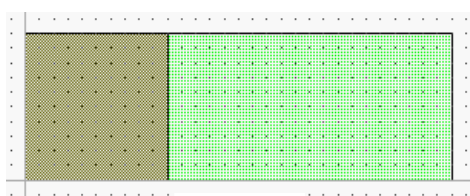

Рис. 5.24
- Введите значения **20** и **-10** в поля **dx** и **dy** соответственно и нажмите **OK**. Полученный чертёж показан на рис. 5.24.